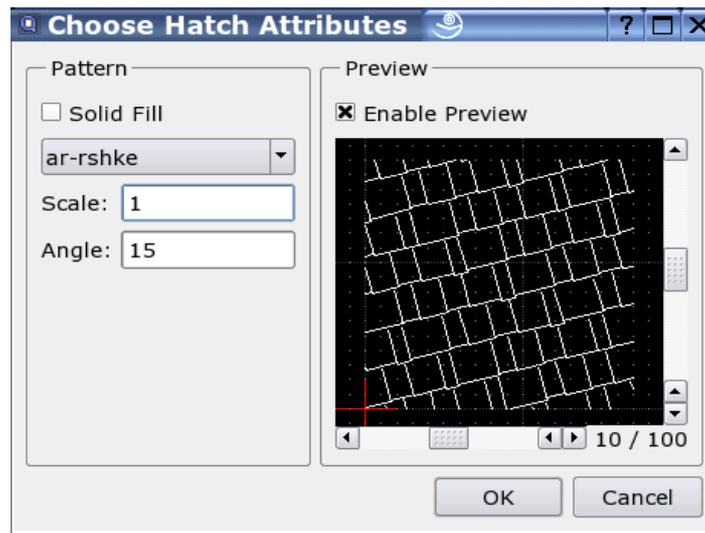

Abbildung 46: Schraffur Muster Optionen.
5. Ein Dialog mit den Schraffur-Optionen wird angezeigt (Abbildung 46). Wählen Sie ein Schraffurmuster, Skalierungsfaktor und Rotationswinkel für das Muster. Wenn Sie stattdessen eine Farbfüllung verwenden wollen, aktivieren Sie die Feld "Solide Füllung".